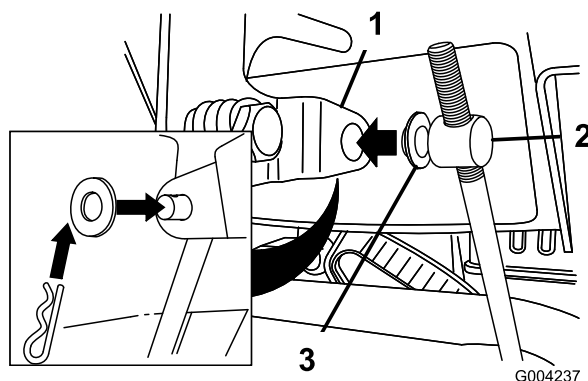

Bild 6
3. Entfernen Sie den Splint und die äußere Scheibe vom Drehzapfen am oberen Ende des Geschwindigkeitseinstellgestänges (Bild 6).
Hinweis: Lassen Sie die Flachscheibe auf dem Drehzapfen, um den Einbau zu vereinfachen (Bild 6).
6. Heben Sie das Geschwindigkeitseinstellgestänge an und setzen Sie den Drehzapfen in das Loch im Geschwindigkeitsschalthebel (Bild 6).